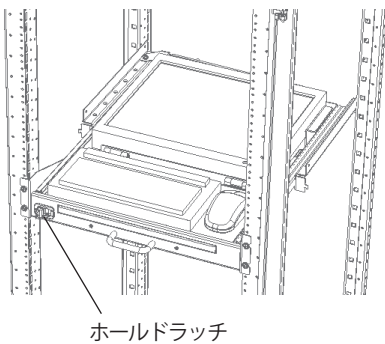

図 12
1. ボデーを引出すためホールドラッチのロックを解除してください。(図 12) (「●ホールドラッチの操作方法」を参照)